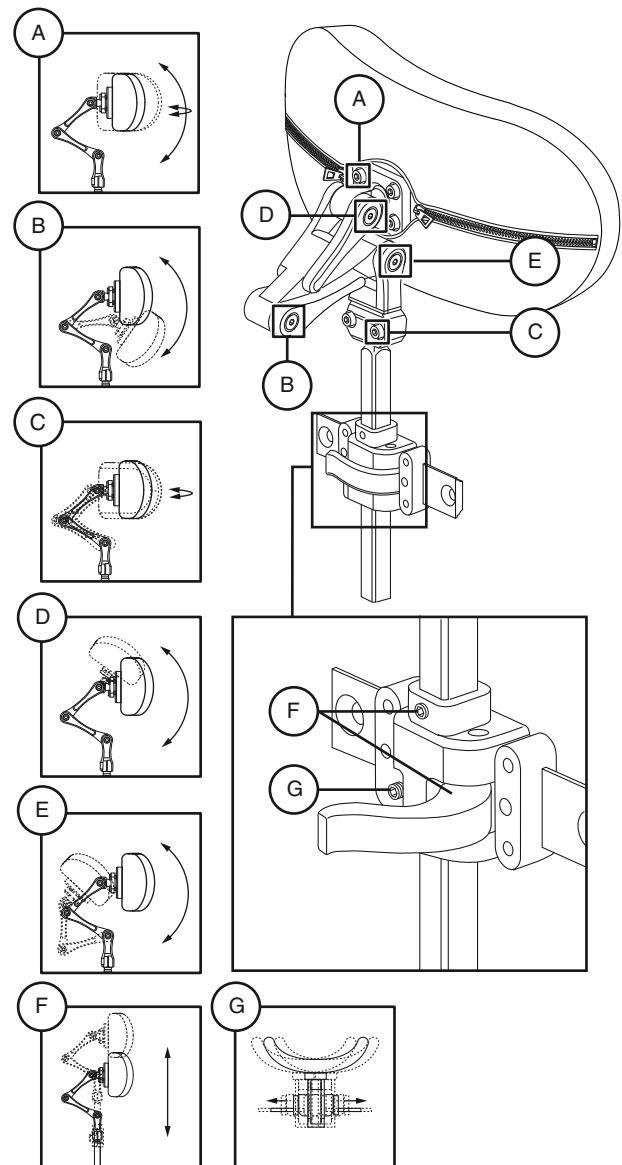

Abbildung 26. Komponenten zur Anpassung der Kopfstütze
1. Lockern Sie die Einstellschrauben, die mit den gewünschten Anpassungen korrespondieren. **Siehe Abbildung 26.**